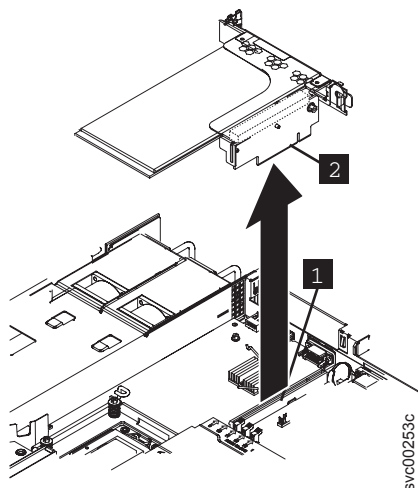

図 188. 10 Gbps イーサネット・ライザー・カード・アセンブリーの取り外し
- イーサネット・ライザー・カード・アセンブリの後部レールの留めねじを取り外した後、225ページの図188に示すように、イーサネット・ライザー・カード・アセンブリの片側をつかんで引き上げ、PCIスロット2ライザー・カード・コネクタから外します。イーサネット・ライザー・カード・アセンブリがコネクタから離れたら、イーサネット・ライザー・カード・アセンブリを慎重にひねって、イーサネット・ライザー・カード・アセンブリをノードから分離します。